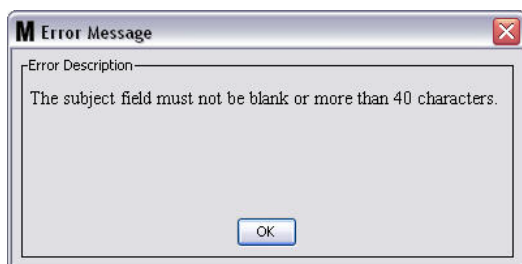

FIG. 143
- **"Subject" (Objet)** : identifie la raison pour laquelle le message est envoyé. Vous devez indiquer un objet. Le message d'erreur illustré dans la FIG. 143 apparaît si vous cliquez sur le bouton "OK" sans avoir saisi d'objet.